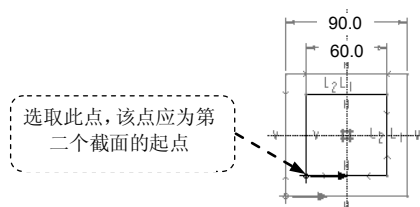

图 5.26.8 定义截面起点
(1) 选择图 5.26.8 所示的点, 再右击, 从弹出的快捷菜单中选择 **起/止点** 命令 (或选择下拉菜单 **草绘 (S)** **特征工具 (F)** **起/止点** 命令)。
说明：系统默认的起始位置与草绘矩形时选择的第一顶点有关，如果截面起点位置已经处于图 5.26.8 所示的位置，可以不用修改。改变截面的起点和方向的原因如图 5.26.9 所示。
注意：混合特征中的各个截面的起点应该如图 5.26.8 所示靠近，且方向相同（同为顺时针或逆时针方向），否则会生成图 5.26.9 所示的扭曲形状